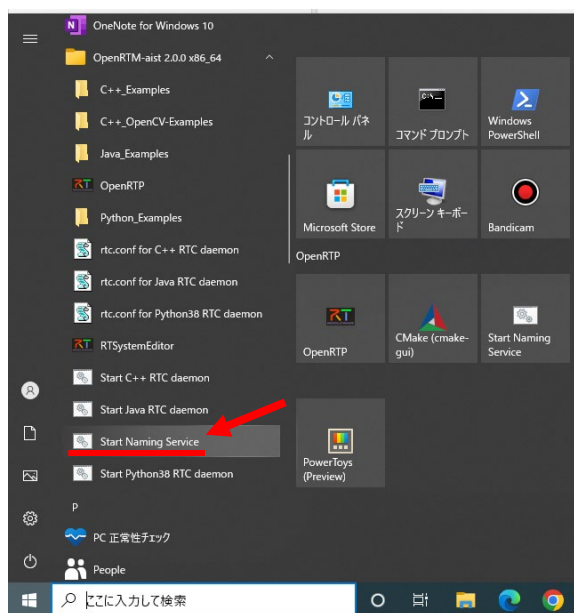

図 31 [Start Naming Service]の起動方法
- ⑦ 図 31 のように[デスクトップ]から[スタート]ボタンを選択し、表示された項目の中から、[OpenRTM-aist 2.0.0 x86_64]フォルダー内の[Start Naming Service]をクリックし、アプリを起動させる。